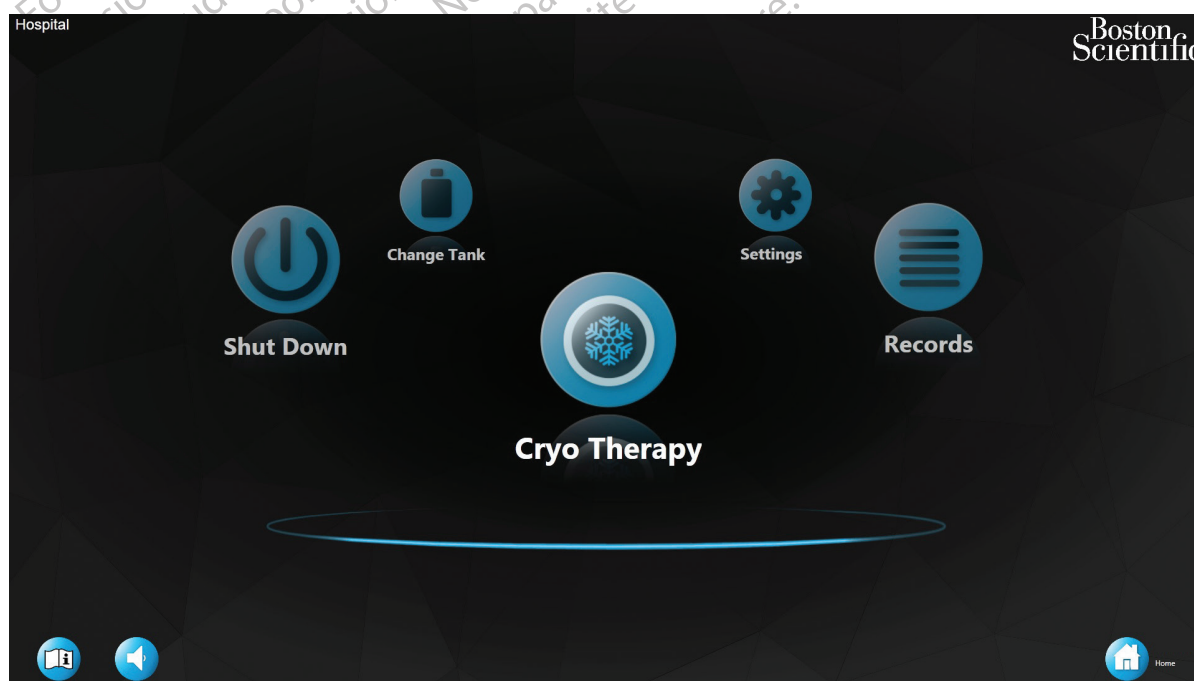

Figura 25. Schermata iniziale
1. Premere il pulsante Records (Schede) nella schermata iniziale (Figura 25).